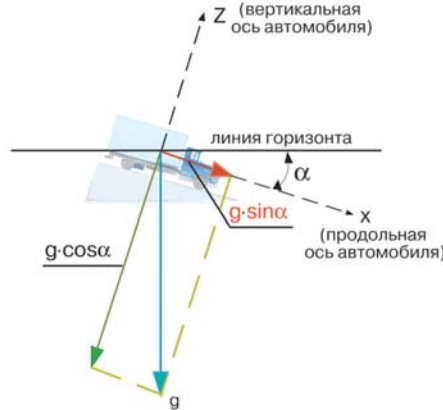

Рис. 5. Разложение вектора земного тяготения при определении продольного крена автомобиля
В соответствии с [7] акселерометры можно использовать для измерения (рис. 4): наклона автомобиля; “инерционного” ускорения, обусловленного изменением скорости движения; вибраций и ударных перегрузок работающего оборудования. На том же рисунке показаны эпюры напряжений аналогового и импульсного (ШИМ) выходов акселерометров. Измерение “инерционного” ускорения, численно равного ускорению движения, используется в навигационных системах, а ускорения ударов – в системах защиты пассажиров при столкновении автомобиля с препятствием. На рис. 5 показано, как вектор ускорения земного тяготения раскладывается на две составляющие: по продольной (X) и вертикальной (Z) осям автомобиля (при продольном крене). Определение угла наклона (α) производится по измеряемой продольной составляю-